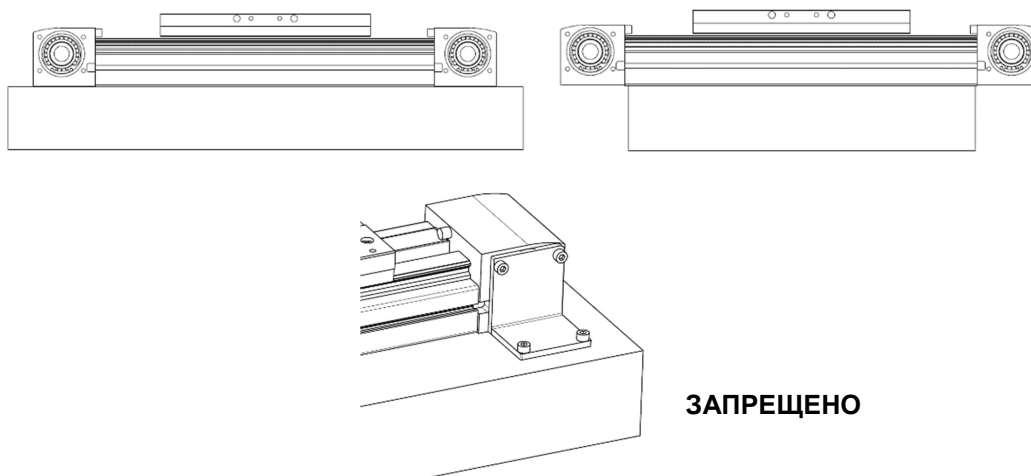

Рисунок 15 – Фиксация модуля на поверхности
**ВНИМАНИЕ!!!** Фиксация модуля на поверхности за отверстия для крепления двигателя на переднюю и заднюю крышки запрещена (см. рисунок 15).